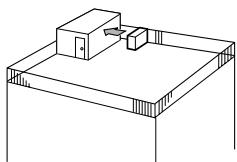

Fig. 2-3
① Anbring udblæsningen, så den vender imod den nærmeste væg og ca. 100 cm fra den. (Fig. 2-3)